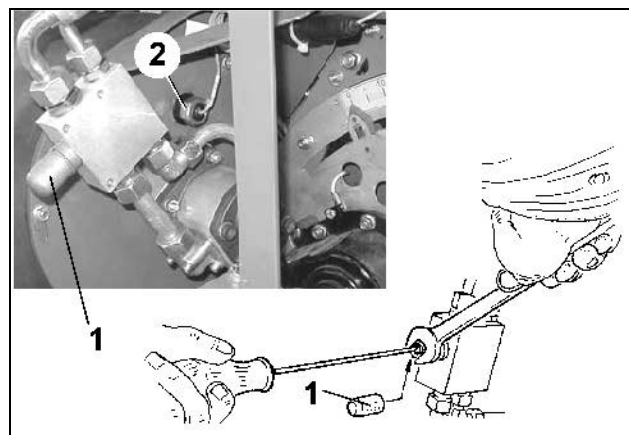

Fig. 95
Det påkrævede blæser-omdrejningstal finder De i Tabel 5. Indstilling af blæserens omdrejningstal foretages på trykbegrænsningsventilen (Fig. 95/2) oder eller på traktoren strømreguleringsventil.
- beskyttelseskappen (Fig. 95/1) fjernes